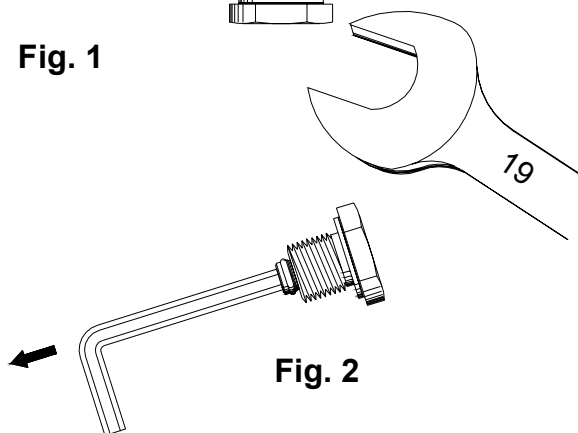

Fig. 2
- Im Inneren des Rücklaufstopfens befindet sich die Bypass-Schraube (Fig.2). Nehmen Sie sie mit einem 4 mm Innensechskantschlüssel heraus.